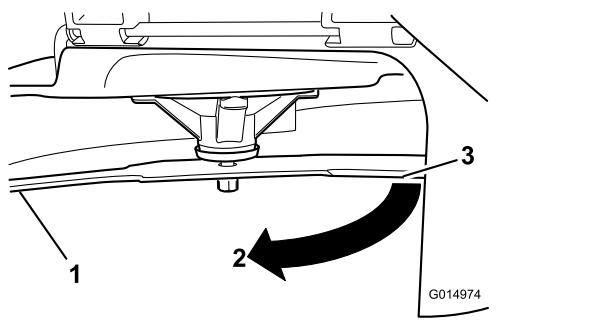

Figure 95
3. Mesurez la distance entre la lame et la surface (A)
4. Tournez la même lame de 180 degrés pour amener le tranchant opposé à la même position (Figure 95).